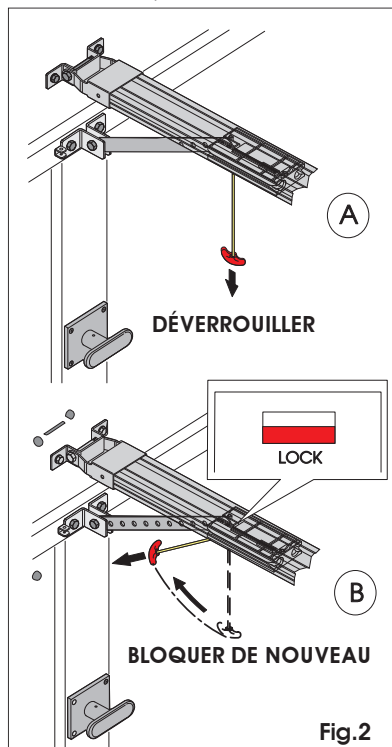

Fig. 2
- Déverrouiller l'opérateur en tirant la poignée de déverrouillage vers le bas (Fig. 2 réf. A).
- Bloquer de nouveau l'automatisme en tirant la poignée horizontalement (Fig. 2 réf. B) et s'assurer qu'au relâchement, la fenêtre "LOCK" sous le chariot est de couleur rouge, confirmant le réarmement correct.